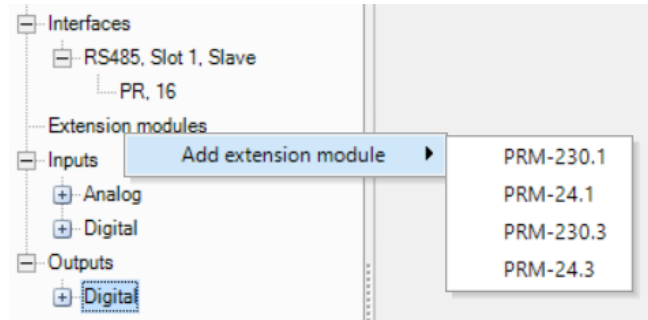

Fig. 4.1
4. Add PRM module using the context menu (*Fig. 4.1*)